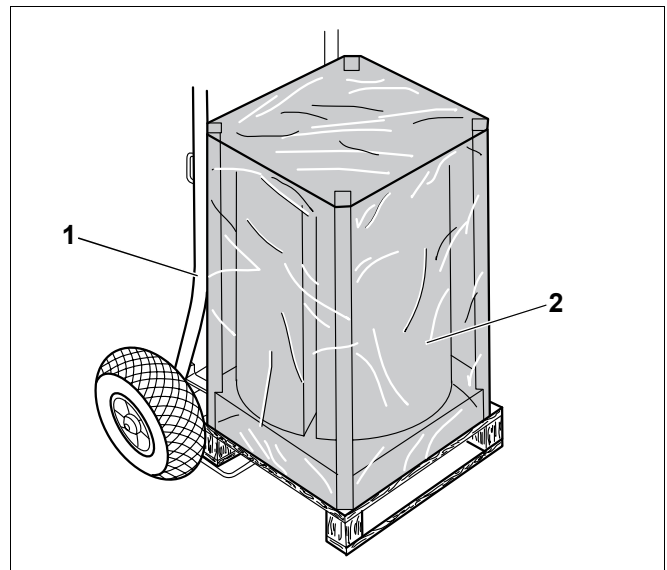

Fig. 3 Transportul boilerului cu căruciorul de transportat cazane
- Căruciorul de transportat cazane (Fig. 3, **Poz. 1**) se plasează în spatele boilerului ambalat (Fig. 3, **Poz. 2**).